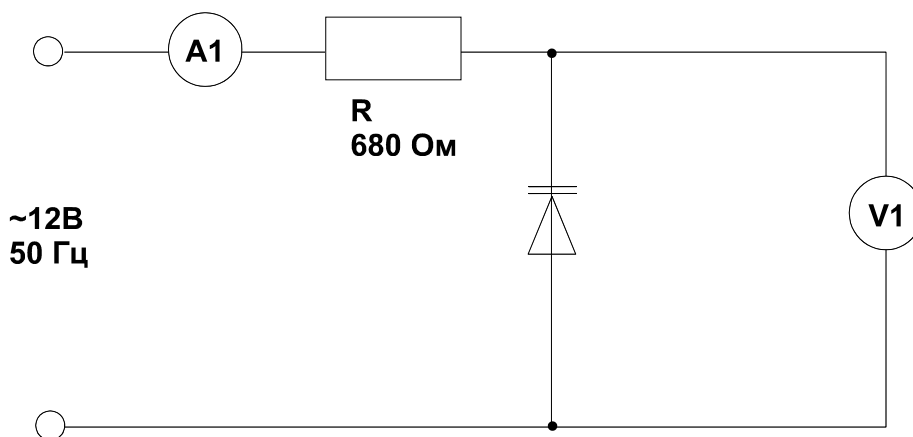

Рис. 3.2.1
- Приложите синусоидальное напряжение 12 В, 50 Гц (одно из линейных напряжений трехфазного источника) к цепи (рис. 3.2.1) и заосциллографируйте зависимость напряжения от тока. На схеме A1 и V1 – входы коннектора. Для получения на виртуальном осциллографе зависимости напряжения от тока включите режим X-Y переключателем «XY-развертка».